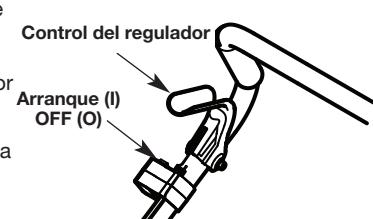

Fig. 4
NOTA: No hay necesidad de arrancar la unidad. El control de Encendido/ Apagado está en la posición **ENCENDIDO (I)** en todo momento (Fig. 4).
- Coloque el control de encendido y apagado en posición de **APAGADO (O)** (Fig. 4).
- NOTA:** No hay necesidad de arrancar la unidad. El control de Encendido/ Apagado está en la posición ENCENDIDO (I) en todo momento (Fig. 4).
2. Coloque el control de encendido y apagado en posición de APAGADO (O) (Fig. 4).